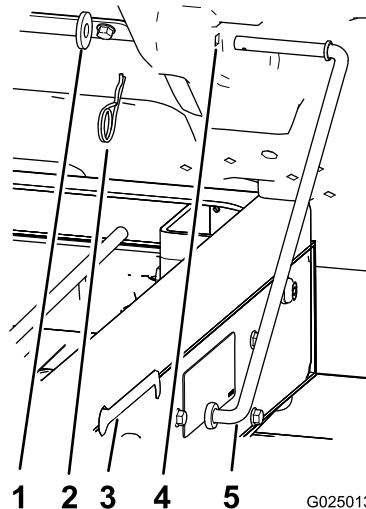

Bild 4
4. Entfernen Sie den Splint und die Scheibe, mit denen die Stützstange unten an der Ladepritsche befestigt ist (**Bild 4**).
5. Schieben Sie die Stützstange nach vorne, um sie aus der Halterung am Rahmen zu nehmen (**Bild 4**).